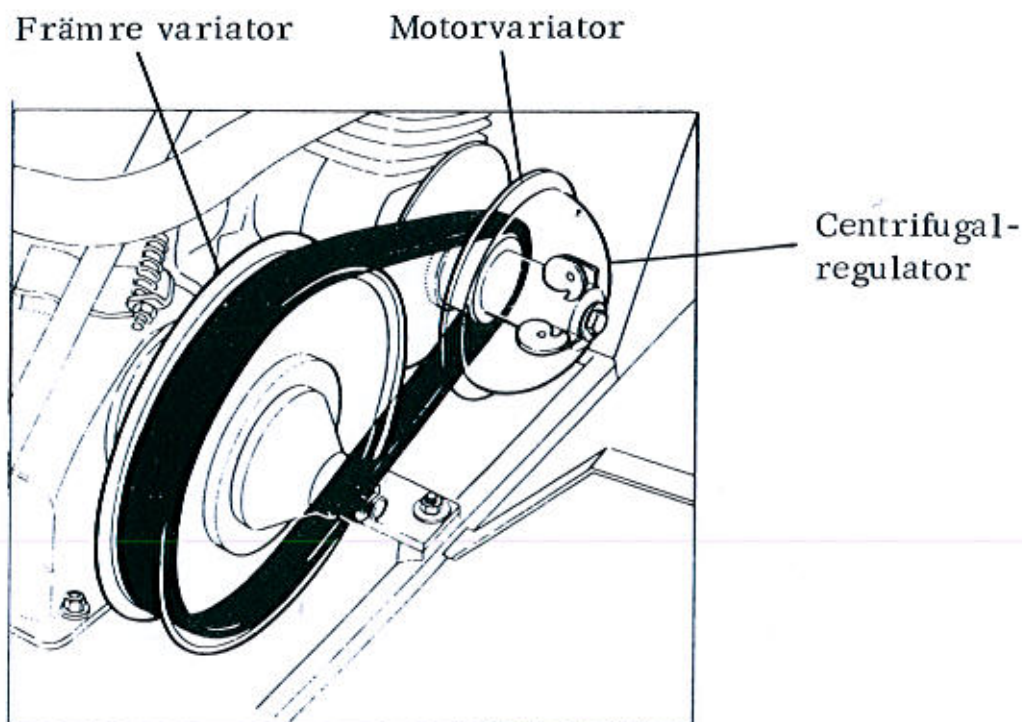

Bild 3.
1. Ta bort centrumskruven med bricka och regulatorkåpa, se bild 3.